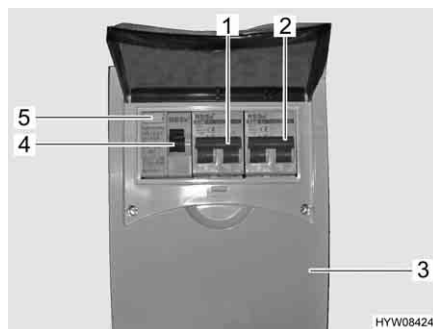

Fig. 90 Scatola dei fusibili a 230 V con interruttore di sicurezza e interruttore automatico FI
Un interruttore di sicurezza per correnti di guasto (interruttore automatico FI) (Fig. 90,4) nella scatola dei fusibili (Fig. 90,3) protegge l'intero veicolo da correnti di guasto (0,03 A).
L'interruttore di sicurezza collegato in serie (10 A) (Fig. 90,1) protegge le prese da 230 V, la centralina elettrica, il caricabatteria supplementare e il frigorifero.
Per veicoli con accessori opzionali, p. es. l'impianto di climatizzazione a tetto, un ulteriore interruttore di sicurezza (16 A) (Fig. 90,2) protegge l'apparecchio.
- Se il veicolo è collegato all'alimentazione a 230 V, premere il tasto di controllo (Fig. 90,5). L'interruttore di sicurezza per correnti di guasto (FI) deve scattare.